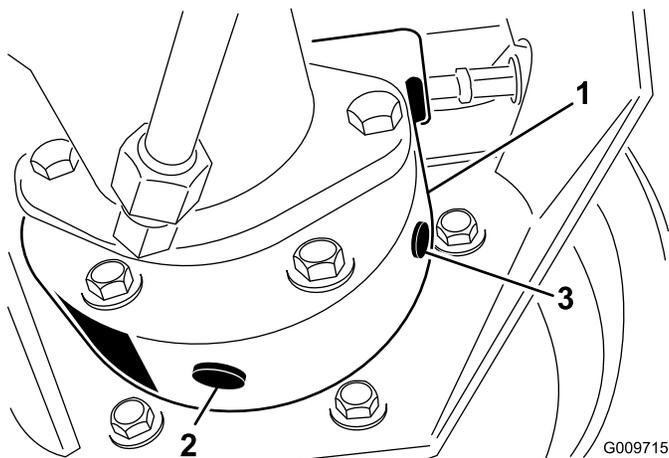

Bild 68
3. Stellen Sie ein weiteres Auffanggefäß unter das Bremsgehäuse an der anderen Seite des Rads (Bild 68).